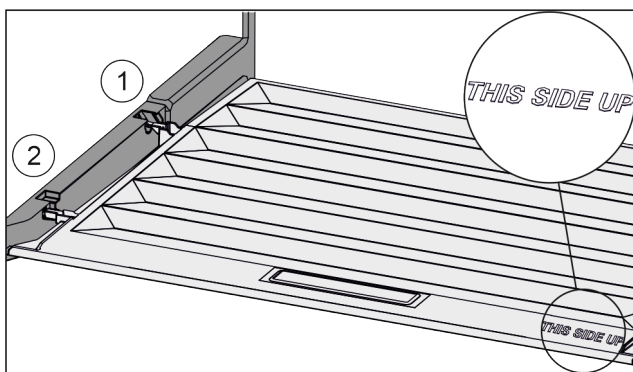

Fig. 74
- ▶ Ramiona pokrywy wprowadzić ponad otworem tylnego uchwyty Fig. 74 (1) i zazębić z przodu w uchwycie Fig. 74 (2).